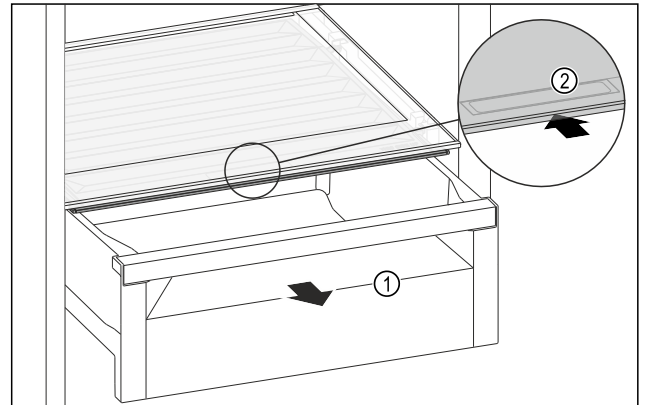

Fig. 138
- ▶ Vedä säilytyslokeron Fig. 138 (1) ulos.
- ▶ Tartu lokeron kannessa olevaan tartuntakohtaan Fig. 138 (2) ja vedä lokeron kantta samanaikaisesti taaksepäin.